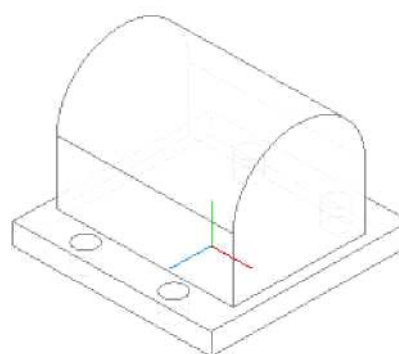

Рис. 7.27
4. Применяем к полученному эскизу команду  **Приклеить выдавливанием. Направление выдавливания - Средняя плоскость, Расстояние - 80** (рис. 7.27).